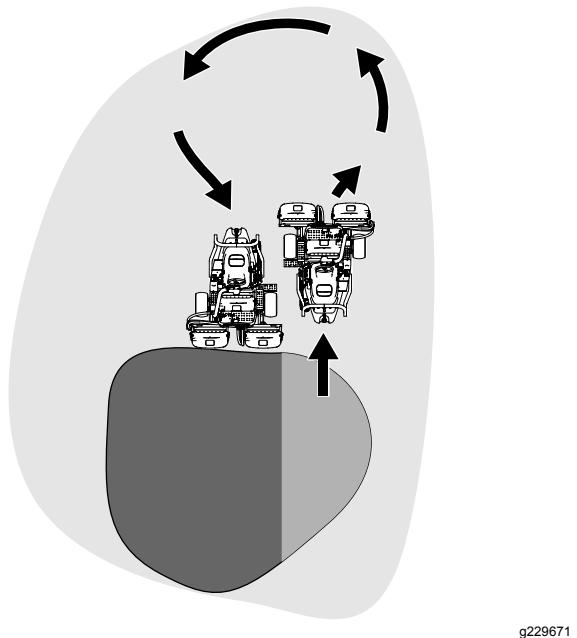

図 25
6. U ターンするとき、一旦反対側にハンドルを切つてから旋回すると、楽に、しかも効率良く回ることができて次の列そろえが楽になります。反対側に軽く振ってから旋回すると雨だれ形の旋回図 25 になって、スムーズに次の列に入ることができます。